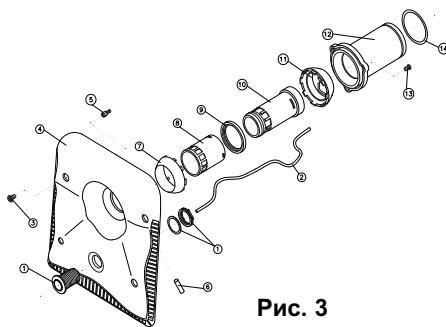
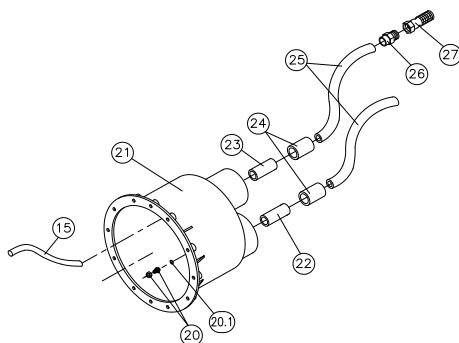
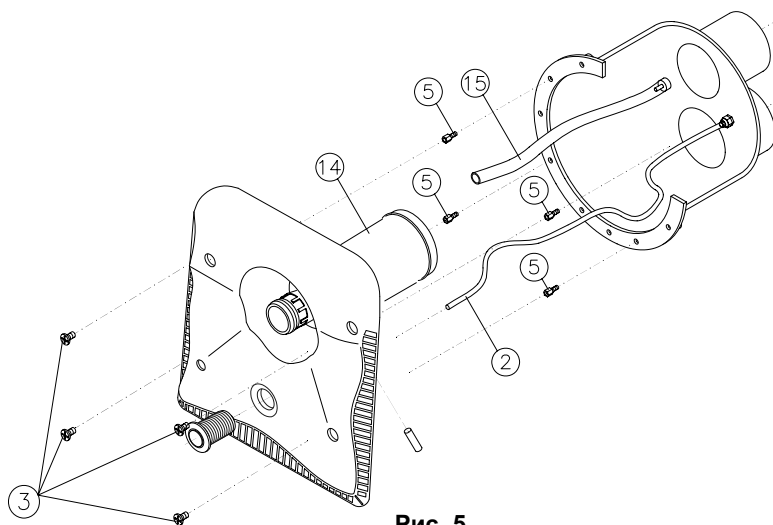
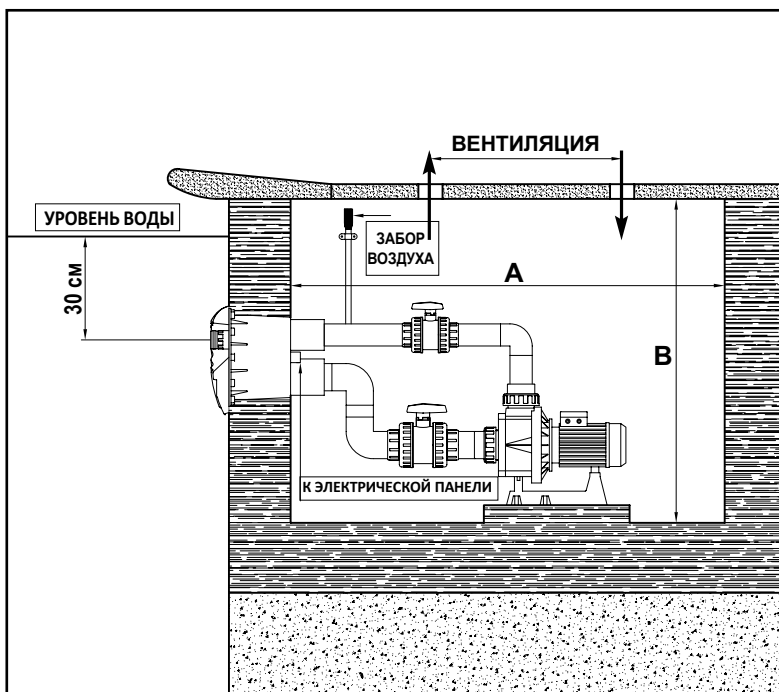

Рис. 3
Рис. 2
Рис. 5
Рис. 8
3.1 Чтобы закрепить нишу (№ 21, рис. 2) в бетонной стене, необходимо следовать только инструкциям, приведенным в главе 2.
4.1 Ниша поставляется с уже установленными трубами №22 и 23 (рис. 2). Кроме того, один из шлангов (№24, рис.2) вклеен внутрь трубы №22.
Эта линия состоит из шланга (№24), гибкой трубки (№25), фитинга с наружной резьбой (№26) и донного клапана (№27). Все эти детали поставляются в собранном виде, поэтому вам необходимо только приклеить конец шланга (№ 24) к трубе (№ 23), которая уже установлена в нише. Важно прикрепить воздухопровод к стене корпуса так, чтобы донный клапан находился в верхней части. Это необходимо для того, чтобы избежать всасывания грязи (см. рис. 8, стр. 7). Наконец, установите гибкую трубку (№15, рис. 2), вставив ее внутрь патрубков во внутренней части ниши (см. рис. 5, стр. 4).
Эта линия состоит из трубы (№22), шланга (№24) и гибкой трубки (№25). Поскольку труба (№22) и шланг (№24) уже установлены в нише, вам нужно только приклеить трубку (№25). Перед тем как приклеить конец трубки (№25) к шлангу (№24), вставьте прозрачную трубку (№2, рис.3) в пневматическую линию и пропустите конец прозрачной трубки (№2, рис.3) через отверстие в нише. Закрепите ее в нужном положении с помощью сальника (№ 20 и 20.1, рис. 2). После этого приклейте трубку (№25) к шлангу (№24). Конец прозрачной трубки (№2, рис. 3) будет подключен к микровыключателю, расположенному с одной стороны гидropневматической панели, входит в комплект оборудования HIDROJET.
Эта линия состоит из шланга (№24), гибкой трубки (№25), фитинга с наружной резьбой (№26) и донного клапана (№27). Все эти детали поставляются в собранном виде, поэтому вам необходимо только приклеить конец шланга (№ 24) к трубе (№ 23), которая уже установлена в нише. Важно прикрепить воздуховод к стене корпуса так, чтобы донный клапан находился в верхней части. Это необходимо для того, чтобы избежать всасывания грязи (см. рис. 8, стр. 7). Наконец, установите гибкую трубку (№15, рис. 2), вставив ее внутрь патрубка во внутренней части ниши (см. рис. 5, стр. 4).
7.1 Вся передняя часть поставляется в собранном виде, включая детали с № 1 по № 14 (см. рис. 3), за исключением прозрачной трубки (№ 2), которая уже установлена в нишу (см. рис. 5).
- Подсоедините трубку №15, вставив ее в патрубок (№6) на передней части (см. рис. 5).
- Вкрутите четыре распорных винта (№5) в нишу (см. рис. 5).
- Поместите всю переднюю часть в нишу, убедившись, что уплотнительное кольцо (№14) вставлено в отверстие со стороны нагнетания ($\varnothing 75$ мм), см. рис. 5.
- Затяните четыре винта (№3) (см. рис. 5).